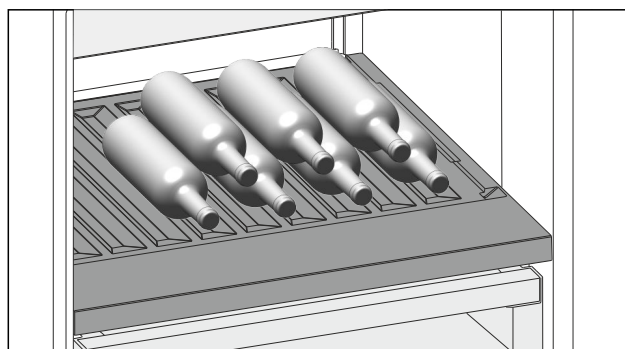

Fig. 108
- ▶ Wkładać butelki dnem ustawionym do tyłu, w kierunku ścianki tylnej. (patrz Fig. 108)